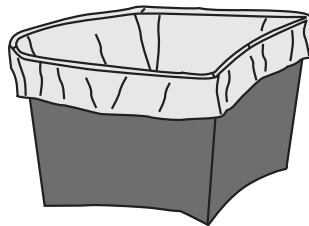

Fig. 5
**Conseil :** Pour réduire au minimum les opérations de nettoyage, on conseille de positionner un sac en plastique biodégradable à l'intérieur du conteneur à pulpe en repliant le bord du sac sur et à l'extérieur du conteneur à pulpe (voir Fig. 5). En utilisant ce système, on pourra, à la fin des opérations, jeter les déchets directement dans les récipients pour les déchets biodégradables.
**Conseil :** Pour réduire au minimum les opérations de nettoyage, on conseille de positionner un sachet en plastique biodégradable à l'intérieur du conteneur à pulpe en repliant le bord du sachet sur et à l'extérieur du conteneur à pulpe (voir Fig. 5). En utilisant ce système, on pourra, à la fin des opérations, jeter les déchets directement dans les récipients pour les déchets biodégradables.